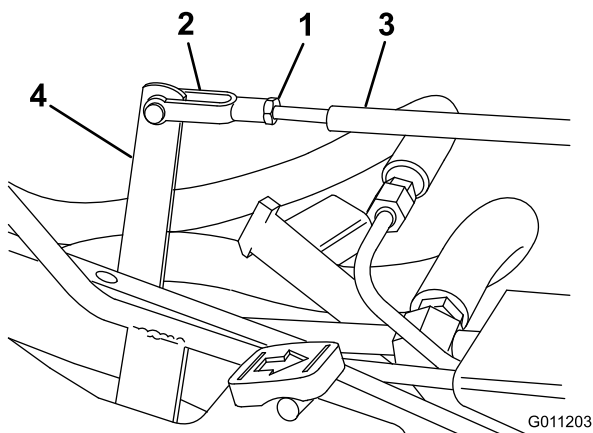

Figura 42
3. Mueva la palanca de ajuste a mano para nivelar los pedales de siega y elevación, y ajuste la horquilla de la varilla de control hasta que el taladro de la horquilla se alinee con el taladro de la palanca de ajuste (Figura 42).